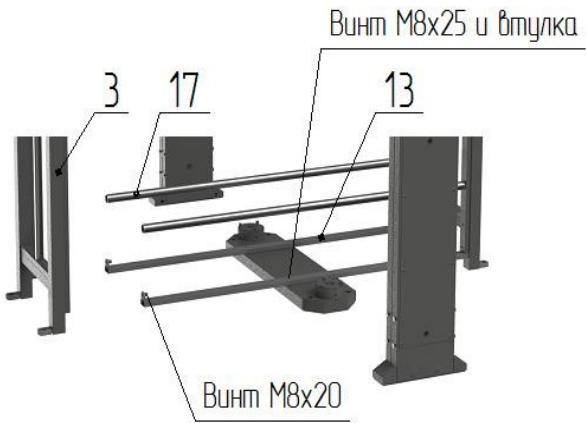

Рис. 2
- к вертикальным стойкам лицевых решеток с внутренней стороны установите нижние стяжки 13 и закрепите винтами M8 к решеткам и к плоскости напольной плиты 7 (рис.2);